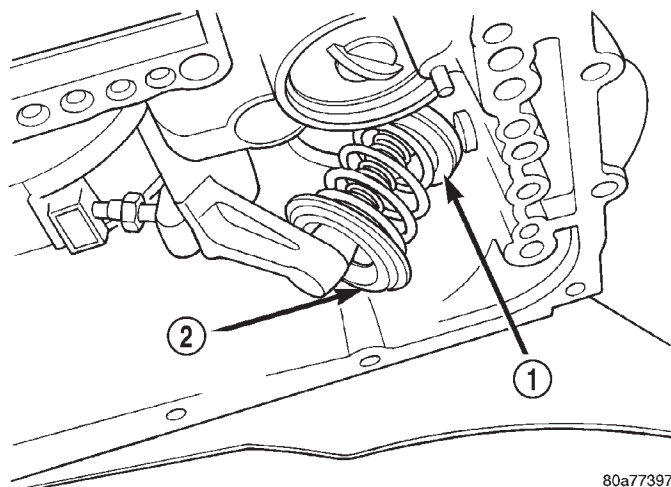

Fig. 72 Instalación del retén, el muelle y el servo
(32) Instale el émbolo, el muelle y el retén de baja y marcha atrás (Fig. 72).